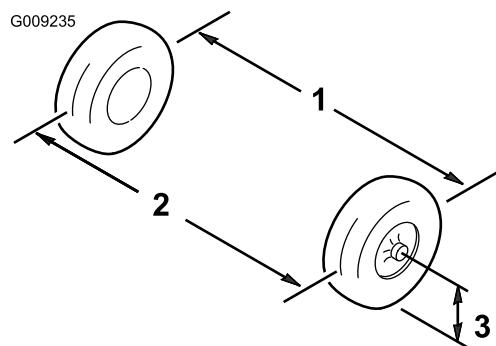

Figura 41
1. Mida la distancia entre los neumáticos delanteros a la altura del eje, en la parte delantera y trasera de las ruedas (Figura 41).